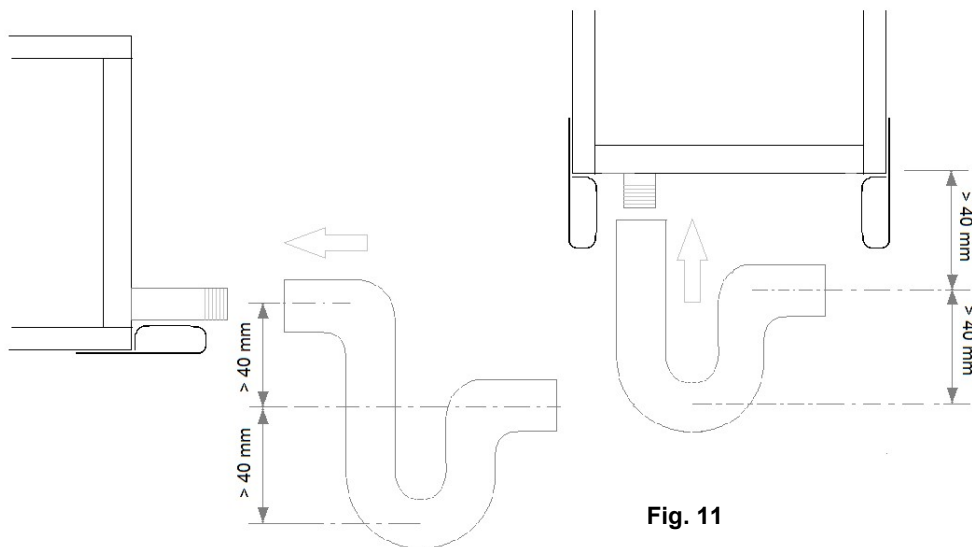

Fig. 11
- Odpływ skroplin musi zostać zasyfonowany zgodnie z fig. 11